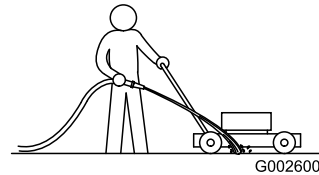

Figure 20
3. Mettez le moteur en marche et engagez la lame, puis dirigez un jet d'eau devant la roue arrière **droite** (Figure 20).